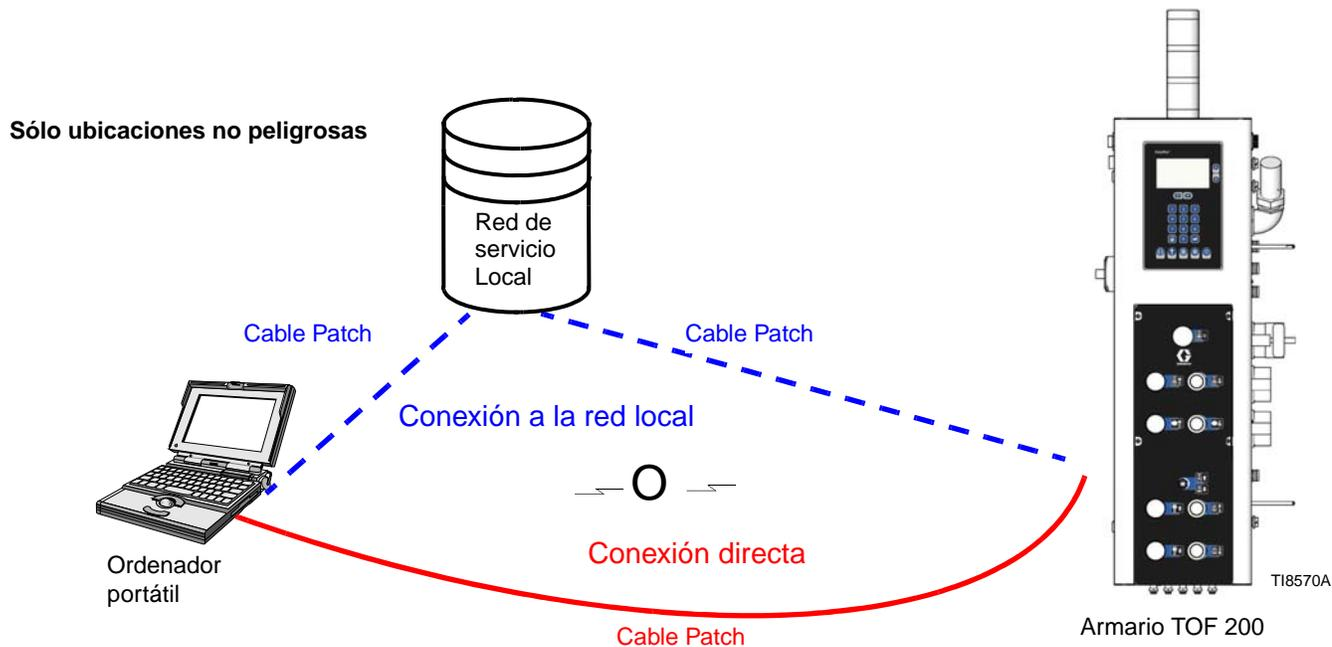

FIG. 30: Selección de la de red de servicio
- **Conexión a la red local** (más corriente). El cable Patch de la red local se enchufa en la conexión del interfaz de web TOF 200. Vea FIG. 30 y página 85.
- **Conexión directa** al cable de cruce TOF 200 del PC se enchufa en la conexión del interfaz de web TOF 200. (Con todos los sistemas se suministra un cable de cruce.) Vea FIG. 30 y página 88.